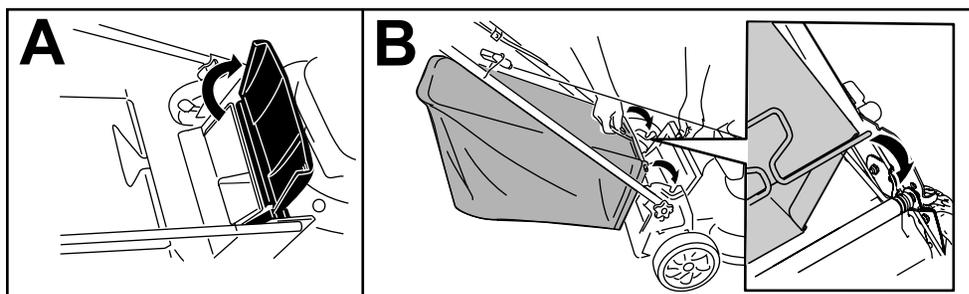

Figure 21
1. Soulevez le déflecteur arrière et maintenez-le dans cette position (A de Figure 21).
2. Installez le bac à herbe en veillant à insérer les ergots dans les crans du guidon (B de Figure 21).